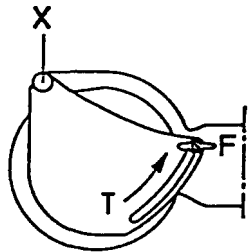

Abbildung 7: Einstellung des Tiefenanschlags
Die Sägen sind mit einstellbarem Tiefenanschlag (T) versehen. Der Anschlag (T) muss für den jeweiligen Einsatz eingestellt werden. Flügelmutter lösen (F) und Anschlag (T) über Drehpunkt (X) schwenken und Flügelmutter (F) festziehen (siehe Abb. 7).